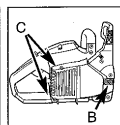

Fig. 3C
2. Entfernen Sie die 2 Schienenbefestigungsmuttern (B). Lösen Sie die 2 Schrauben hinten an der Kupplungsabdeckung (C). Nehmen Sie die Abdeckung ab (Abb. 3C).